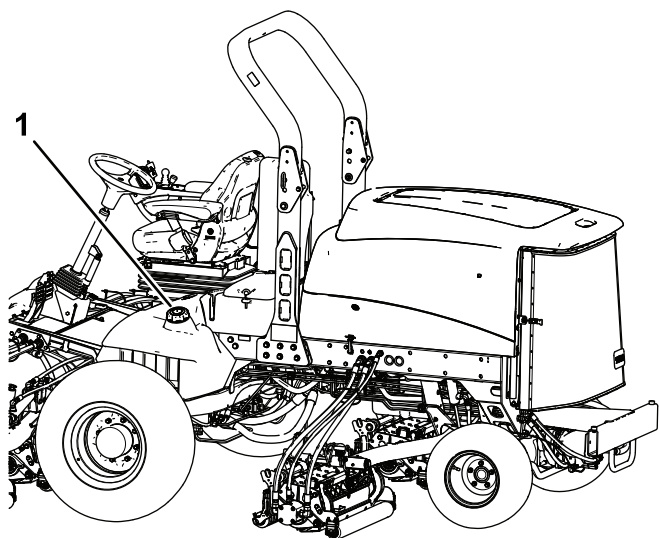

Рисунок 33
3. Снимите крышку топливного бака (Рисунок 33).